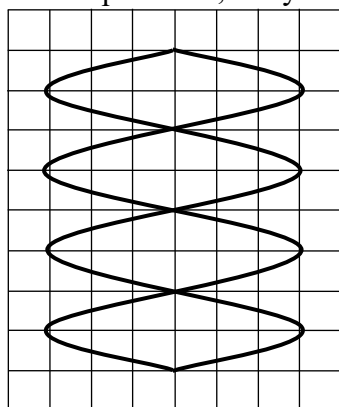

Рис. 10.
24. При измерении частоты синусоидального напряжения по методу фигур Лиссажу напряжение известной частоты было подано на вход Y, а известной – на вход X осциллографа. На экране возникла неподвижная фигура Лиссажу, показанная на рис. 10. Чему равна неизвестная частота  $f$ , если известная частота  $f_0$  равна  $100 \text{ Гц}$ ?